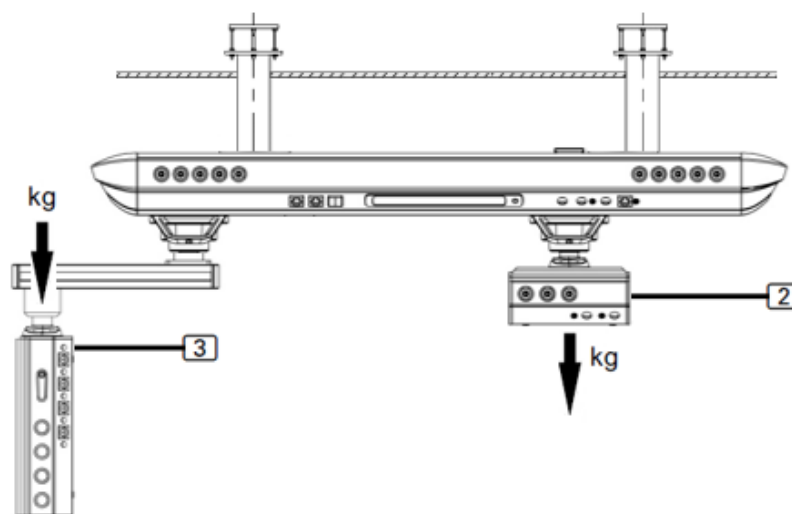

Fig.16 Point d'application de la charge sur les têtes de service
La capacité de charge maximale est le poids maximal que la tête de lit suspendue peut supporter. L'exemple de la figure 16 montre une configuration avec un bras d'extension (3) et une colonne horizontale sans bras d'extension (2).